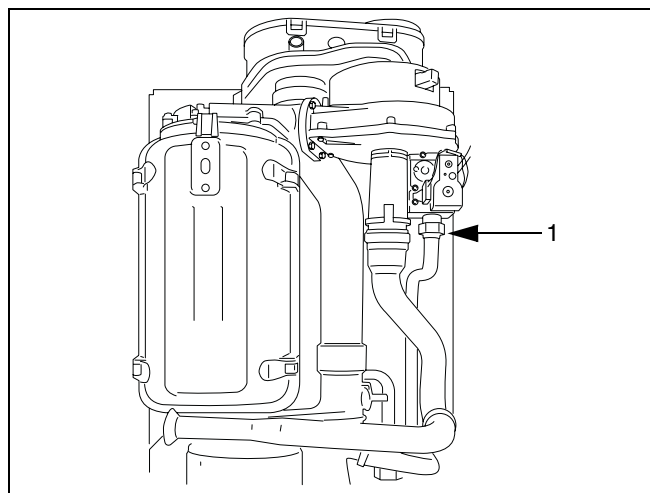

fig. 34 Demontering af gaskoblingen
- Gaskoblingen mellem gasledningen og gasluftenheden demonteres (fig. 34, pos. 1).